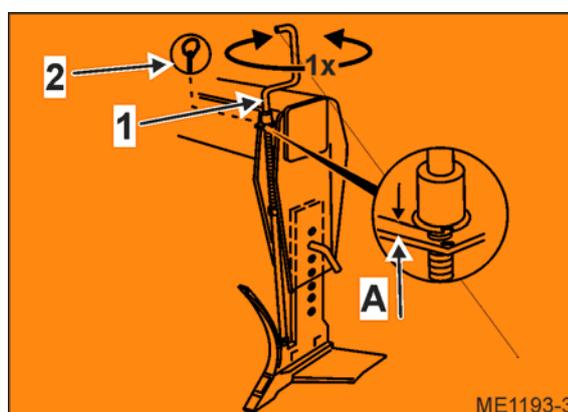

Fig. 30
7. Tournez une fois la manivelle (Fig. 30/1) dans le sens inverse des aiguilles d'une montre.
8. Bloquez la manivelle pour éviter qu'elle ne tourne en utilisant une goupille (Fig. 30/2).